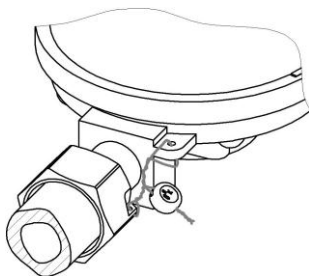

Рисунок 2
5.12.1 Установить счетчик на вертикальном или горизонтальном участке газопровода (рисунок 2). **ВНИМАНИЕ!** *Направление стрелки на корпусе счетчика должно совпадать с направлением потока газа в газопроводе.* Допускается установка счетчика в любом удобном для потребителя положении, не противоречащем правилам установки и монтажа газового оборудования. Наличие прямых участков до и после счетчика не требуется.